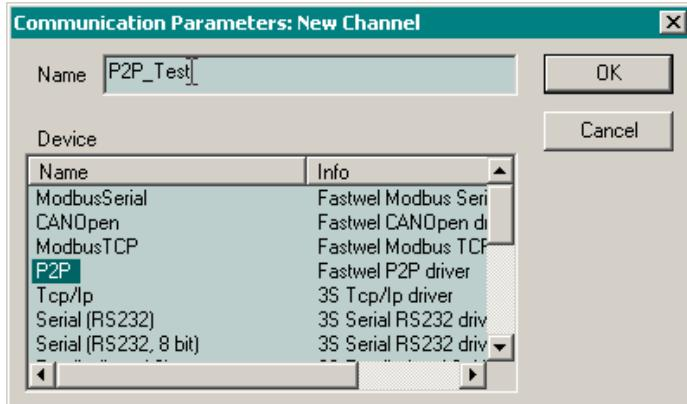

Рис. 18. Создание логического информационного канала
1.8.3. Нажать кнопку **New** и в появившейся диалоговой панели ввести имя создаваемого канала (или оставить имя по умолчанию '**localhost**'), а в списке **Device** выбрать строку « **P2P Fastwel P2P driver** », как показано на рис.18. Закрыть диалоговую панель нажатием кнопки **OK**.